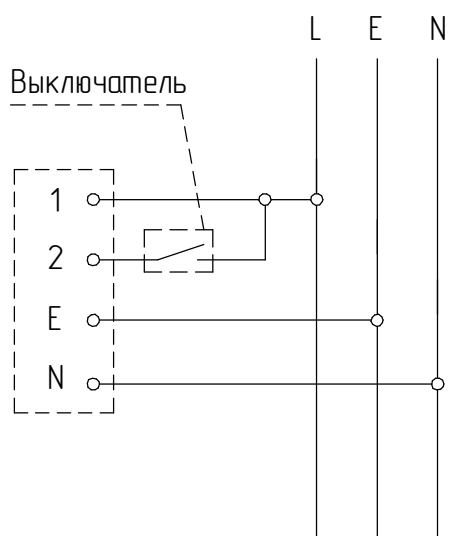

Рисунок 3 - Схема подключения светильников с аварийным блоком питания к сети
5.8 Подсоедините корпус в сборе к сети (рисунок 3). Проверьте надежность заземления.
5.9 Подключение светильника с БАП производить согласно схеме (рисунок 3). Подключите фазовый провод некоммутированной сети освещения (т.е. между фидером и светильником не должно быть никаких выключателей кроме автоматов защиты) к клемме 2, а фазовый провод коммутированной сети к клемме 1.